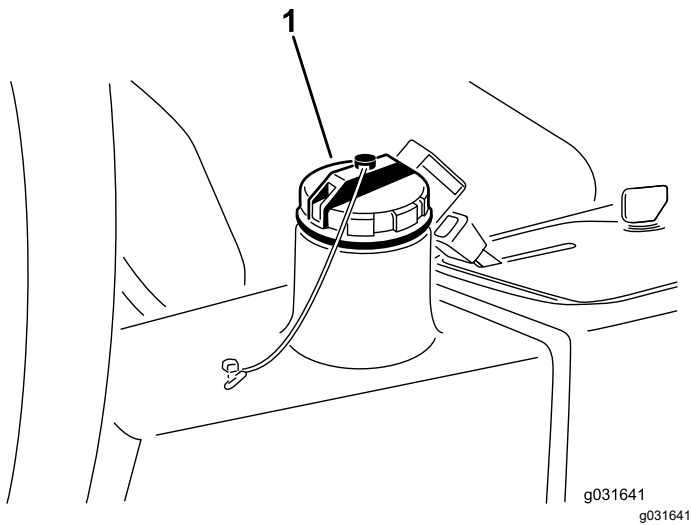

Figura 65
2. Curățați zona din jurul gâtului de umplere și a capacului rezervorului hidraulic (Figura 65).
3. Scoateți capacul rezervorului hidraulic (Figura 65).